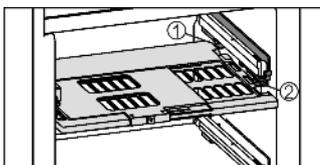

Fig. 13
- ▶ Feuchteregulierungsplatte einsetzen: Deckelstege der Platte von unten in die hintere Halterung Fig. 13 (1) einführen und vorne in die Halterung Fig. 13 (2) einrasten.